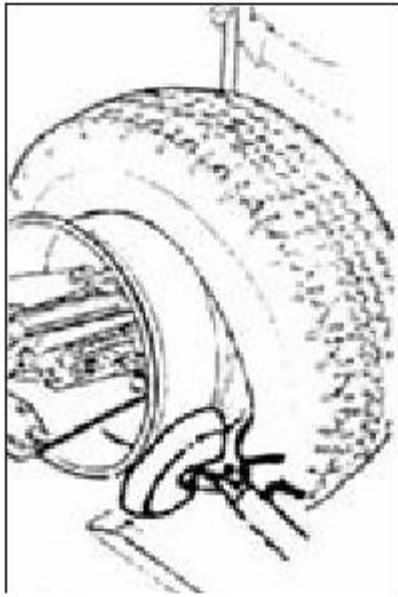

Рис. 12
- 7) Вращайте колесо против часовой стрелки, пока край покрышки полностью не отделится от обода колеса. (см Рис. 12)